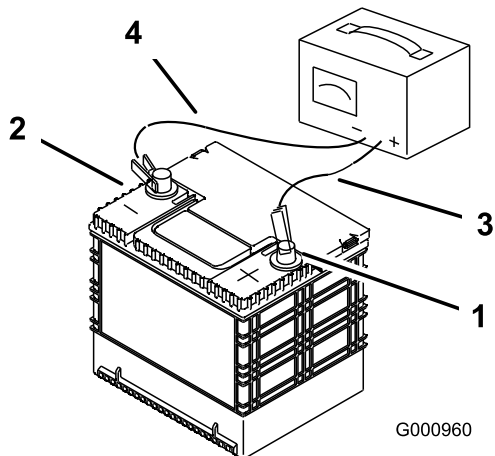

Figura 52
3. Quando a bateria estiver totalmente carregada, desligue o carregador da tomada elétrica e em seguida desligue os cabos do carregador dos bornes da bateria (Figura 52).